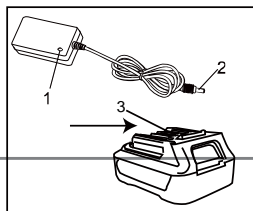

Рис.3.
1. Включите зарядное устройство в сеть. Зеленый индикатор (2) загорится. (Рис.3)
2. Вставьте аккумулятор в зарядное устройство. Красный индикатор (1) загорится. Это означает, что аккумулятор начал заряжаться.
3. Когда батарея полностью заряжена, красный индикатор (1) погаснет, и загорится зеленый индикатор (2).